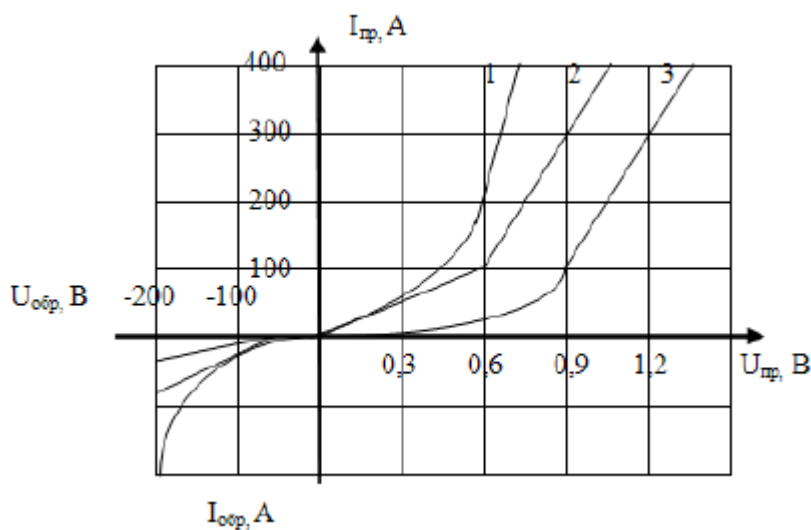

Рисунок 1 – Вольт-амперные характеристики выпрямительных диодов при различных температурах
3. В соответствии с графиком 1 (рисунок 1) (кривая 1) определить сопротивление полупроводникового диода постоянному току при включении в прямом и обратном направлениях, если известны прямое и обратное напряжения. Объяснить работу полупроводникового диода при включении его в прямом и обратном направлениях.
4. По вольт-амперным характеристикам полупроводникового диода для температур 1000С, 250С, --600С (см. рисунок 1) определите сопротивление диода постоянному току в прямом направлении, при известном $I_{\text{пр}}$. Сравните полученные значения. Объясните разницу в расчётах